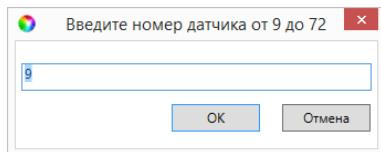

Рисунок 7.41 – Ввод номера радиоустройства
2. В открывшемся окне укажите номер радиоустройства из числа еще не занятых в нумерации ШС и радиоустройств (в указанном диапазоне) и нажмите кнопку *OK* (см. рисунок 7.41).